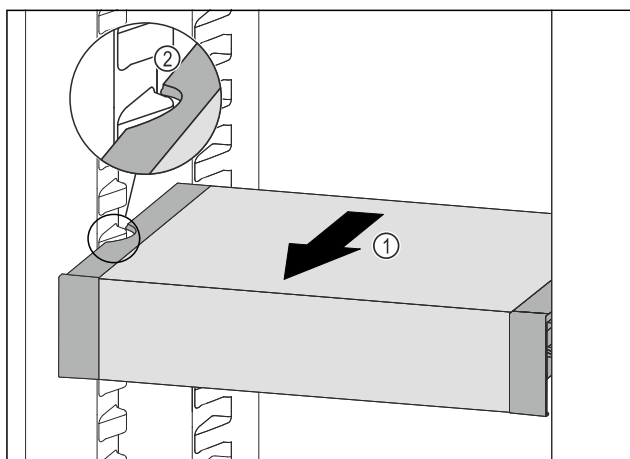

Fig. 63
- ▶ VarioSafe pociągnąć w przód Fig. 63 (1), aż boczne wycięcia szuflady VarioSafe będą się znajdować na wysokości żebrow pojemnika w chłodziarce. Fig. 63 (2)